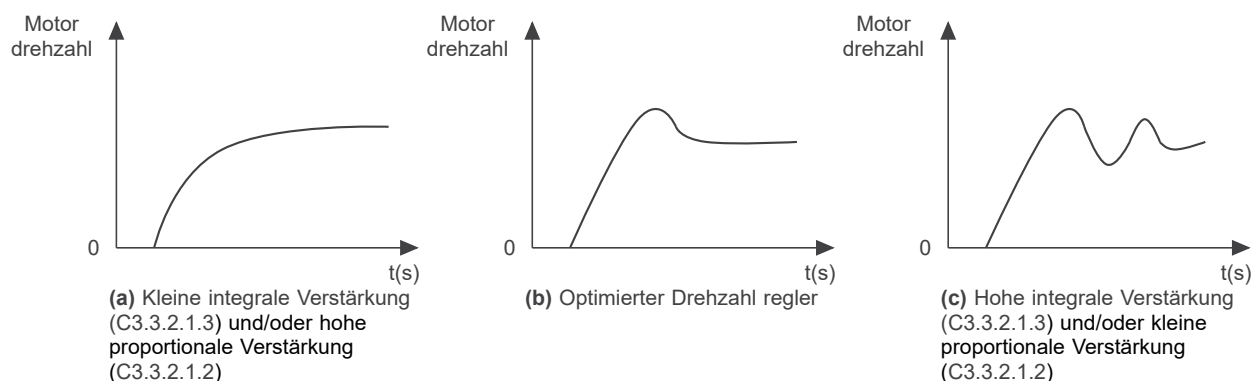

Abbildung 11.10: (a), (b) und (c) - Arten der Geschwindigkeitsreglerreaktion
6. Prüfen Sie unter den Optionen in Abbildung 11.10 auf Seite 11-28, welche Wellenform das abgelesene Signal am besten darstellt.
7. Stellen Sie C3.3.2.1.2 und C3.3.2.1.3 entsprechend der in Abbildung 11.10 auf Seite 11-28 gezeigten Art der